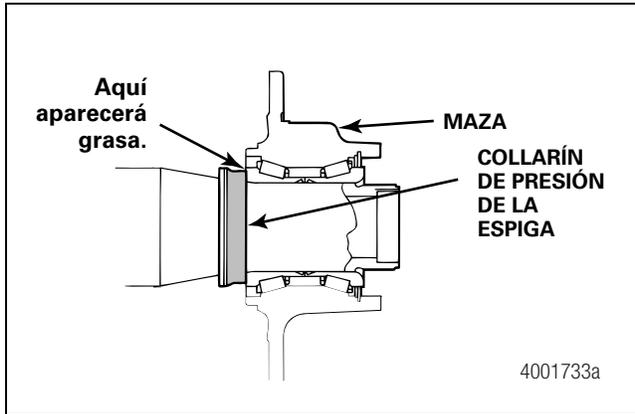
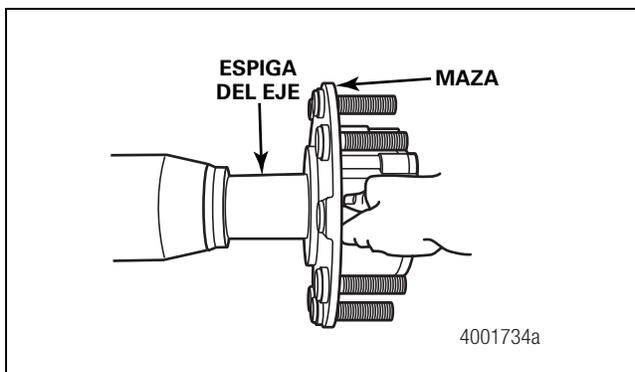

Figura 3.29
Figura 3.30
5. Alinee cuidadosamente el diámetro interior de la maza con la espiga del eje y deslice la maza en forma recta sobre la espiga del eje. La maza está instalada correctamente cuando queda asentada contra el collarín de presión de la espiga. Al instalar la maza, es normal que aparezca una pequeña cantidad de grasa en la unión de la maza y el collarín de presión del eje. Figura 3.29 y Figura 3.30.